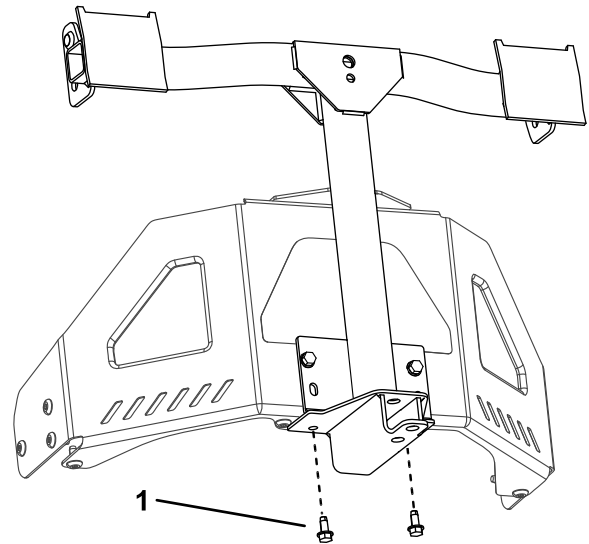

Figura 9
3. Fixai cadru de pivotare la partea de sus a mainii folosind 2 uruburi cu autofiletare (5/16 x 3/4") aa cum se arată în Figura 9.